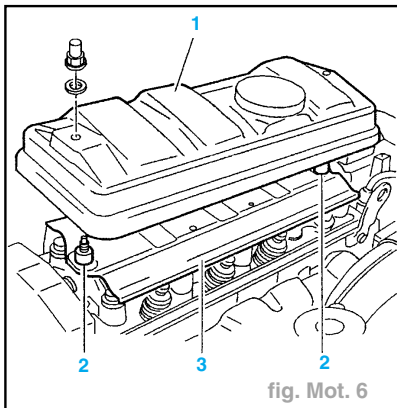

fig. Mot. 6
- Déposer (fig. Mot. 6)
- le couvre-culasse et son joint (1),
- les deux entretoises (2),
- la tôle défléctrice (3).